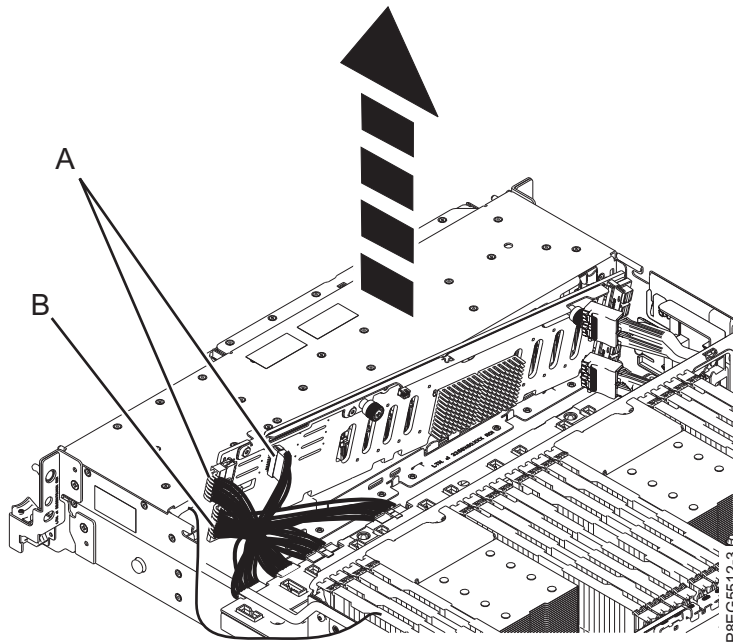

Figura 17. Desconectando os cabos de energia, sinal e painel de controle
9. Desconecte os cabos de sinal e do painel de controle (**A**) e o cabo de energia em Y (**B**) do painel traseiro da unidade de disco conforme mostrado na Figura 17 na página 19.